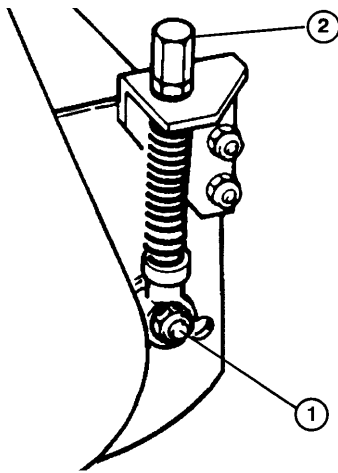

Bild 1
- B. Wenn sich kein Kontakt feststellen läßt, die Klemmutter an beiden Einstellsperrschrauben (Bild 1) lockern. Dann beide Einstellschrauben soweit im Uhrzeigersinn drehen, bis Kontaktgeräusch und -widerstand festgestellt werden.
1. Alle Schnittwerke in der starren Stellung sperren (vgl. Schnittwerkorientierung, Bild 1). Die Spindel-/Untermesser- und Schnitthöheneinstellungen vornehmen.